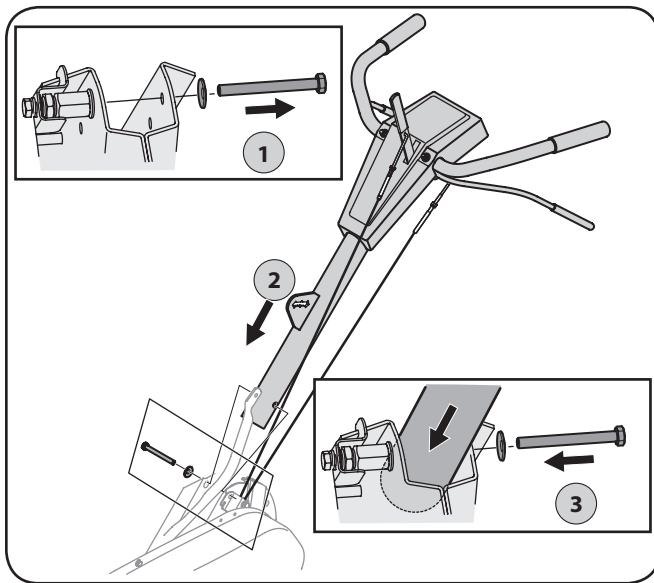

Fig. 3-3
4. Enlevez le boulon hex. et la rondelle creuse qui se trouvent sur le côté droit du châssis. Le support de guidage du câble, placé sur le côté gauche du châssis, tombe quand le boulon est enlevé. (Étape 1 sur la Fig. 3-3).
5. Faites passer le guidon entre les deux moitiés du châssis. Étape 2 sur la Fig. 3-3.
6. Enfoncez le boulon hex., qui vient d'être enlevé, dans les moitiés du châssis, dans le guidon et dans le support de guidage du câble (l'encoche du support de guidage du câble doit passer par-dessus le rebord du châssis). Étape 3 sur la Fig. 3-3.